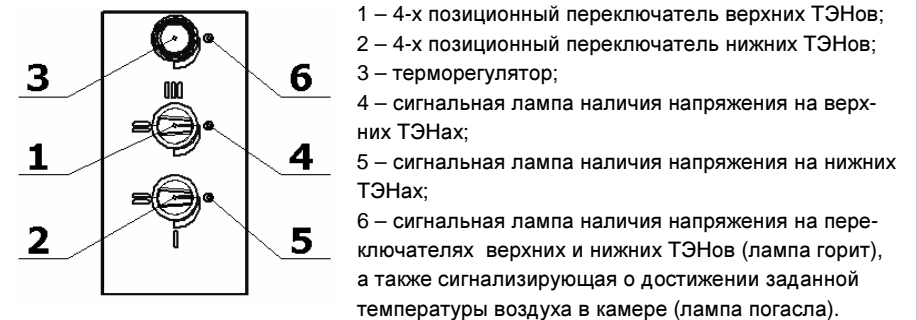

Рис.4
4.4 Ступенчатое регулирование мощности верхних и нижних ТЭНов осуществляется установкой ручек соответствующих переключателей (рис.4, поз.1, 2) в фиксированные положения, обозначенные на панели управления символами I, II и III, что соответствует режимам нагрева ТЭНов: слабый, средний и сильный. При этом мощность ТЭНов изменяется следующим образом: 0,75 – 1,5 – 3,0 кВт. Отключение верхних и нижних ТЭНов производится установкой ручек соответствующих переключателей в положение «0» (на сигнальные лампы, рис.4, поз.4, 5).
Установка и автоматическое поддержание необходимой температуры (от 50 до 300°С) в камере осуществляется терморегулятором (рис.4, поз.3).
Переключатели верхних и нижних ТЭНов, а также терморегулятор снабжены сигнальными лампами (рис.4, поз.4, 5 и 6).
7.2 Установите (по часовой стрелке) лимбами терморегуляторов (рис.4, поз.3) температуру в камерах шкафа, предусмотренную технологией приготовления продукта (должны загореться сигнальные лампы рис.4. поз.6).
7.3 Установите ручки переключателей (рис.4, поз.1, 2) нижних и верхних ТЭНов в положения I, II или III (должны загореться сигнальные лампы рис.4, поз.4, 5).